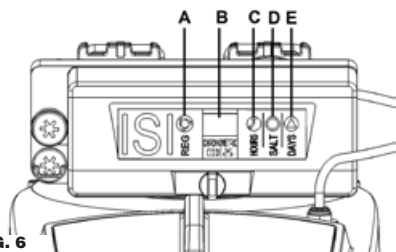

FIG. 6
- 5.2 AJUSTES DE HORA (Fig. 6, C y 7, C) (sin contraseña)
- 5.3 INTRODUCIR LA CONTRASEÑA "25" (Fig. 6 y 7)
- 5.4 AJUSTE DE LA HORA DE REGENERACIÓN (Fig. 6 y 7) (contraseña)
- 5.5 DOSIFICACIÓN DE LA SAL PARA LA REGENERACIÓN (Fig. 6, D y 7, D) (contraseña)
- 5.7 PROGRAMACIÓN DEL MODELO ISI CRONOMÉTRICO (Fig. 6) ETIQUETA AMARILLA (contraseña)
- 7.1 REGENERACIÓN APLAZADA (FIG. 6, A)
- 7.2 REGENERACIÓN MANUAL (Fig. 6, A)